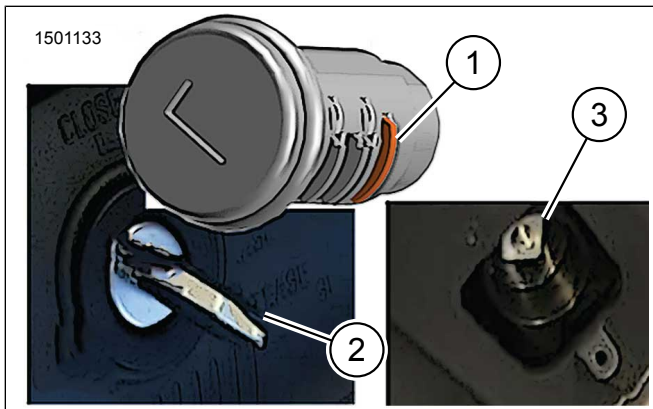
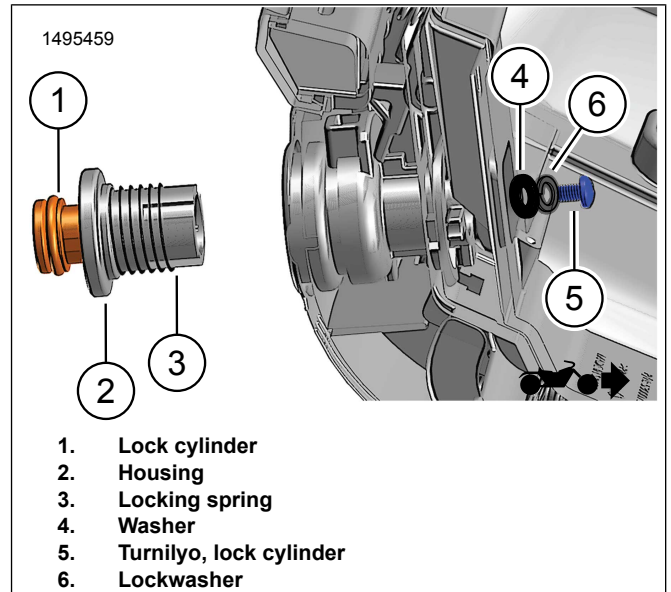

Figure 8. Release Tumbler - Release na Posisyon
Figure 9. Ikabit ang Lockset sa Top Case
- Figure 8 Iposisyon ang rotor, ilagay sa release na posisyon.
- Figure 9 Ikabit ang housing (2) at locking spring (3) sa lock cylinder (1).
- Figure 8 Ikabit ang lockset.
- Ihanay ang retention tumbler (1) sa release na posisyon (2).
- Dapat tumugma ang square boss ng lockset sa square na opening ng rotor (3).
4. Figure 9 Ikabit ang washer (4), lockwasher (6) at turnilyo (5). Higpitan gamit ang kamay.